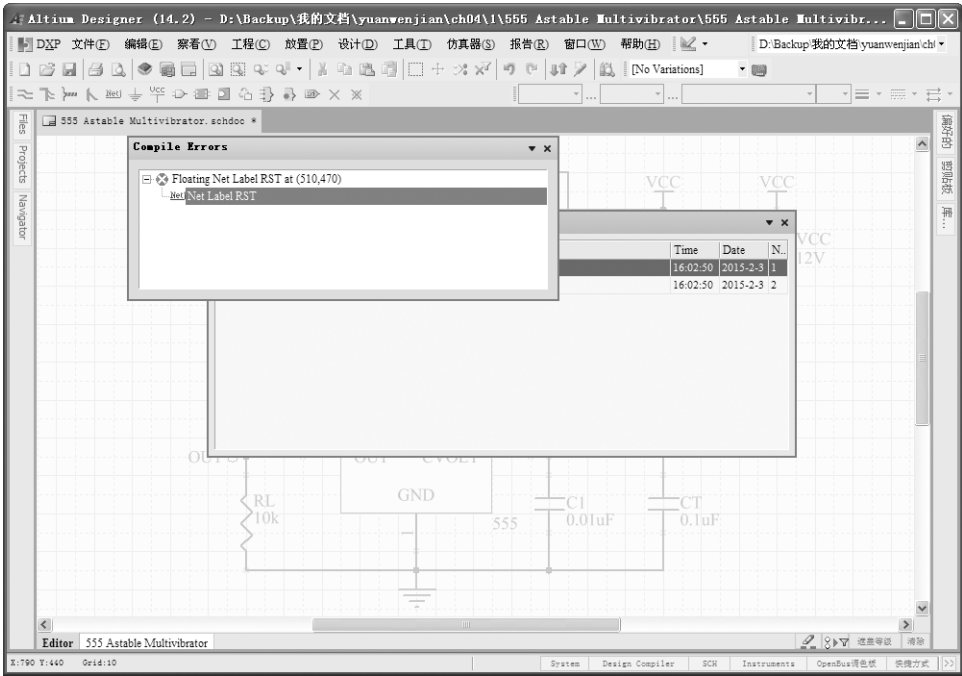

图 4-13 显示编译错误
3) 双击出错的信息，弹出“Compile Errors”（编译错误）面板，此面板显示了与错误有关的原理图信息。同时在原理图出错位置出现高亮显示状态，电路图上的其他元器件和导线则处于模糊状态，如图 4-13 所示。